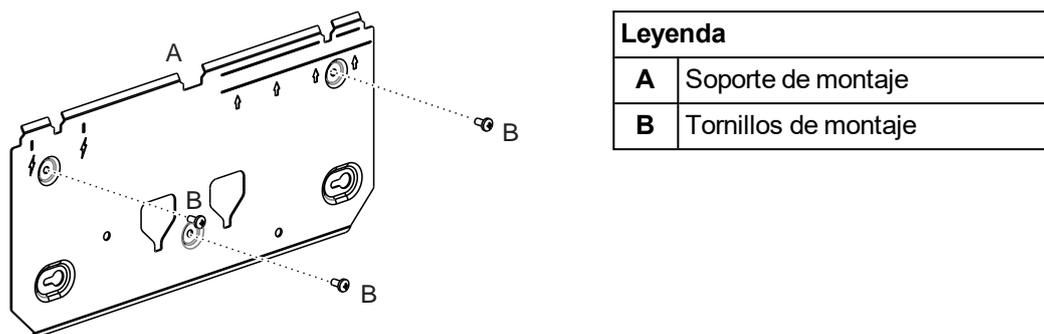

Figura 4-20: Soporte de montaje
5. Inserte los tres tornillos de montaje que quedan (B) y apriételos (Figura 4-20).